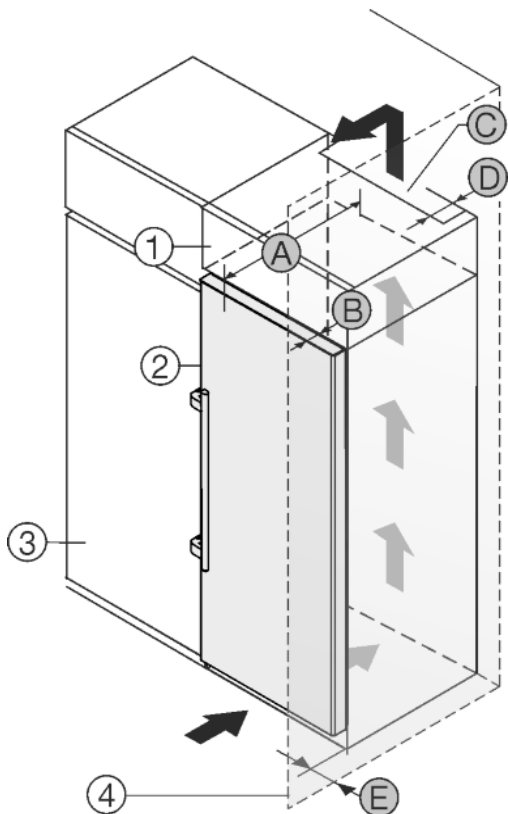

Fig. 23
Spotřebič lze zabudovat do kuchyňských skříní. K vyrovnání spotřebiče Fig. 23 (2) na výšku kuchyňské linky lze na přístroj nasadit nástavec Fig. 23 (1).
Spotřebič lze instalovat přímo vedle kuchyňské skříňky Fig. 23 (3). Aby bylo možné dvířka plně otevřít, musí spotřebič přesahovat o hloubku Fig. 23 (B) vůči přední linii kuchyňské skříňky. V závislosti na hloubce kuchyňských linek a použití vymeřovačů odstupů od stěny může spotřebič vyčnívat dále.
- Na zadní straně skříňky nástavce musí být větrací šachta hluboká alespoň hloubku Fig. 23 (D) mm přes celou šířku nástavce skříňky.
- Pod stropem místnosti musí být dodržen ventilační průřez Fig. 23 (C).
Pokud je spotřebič se závěsy instalován vedle stěny Fig. 23 (4), musí být dodržena vzdálenost Fig. 23 (E) mezi spotřebičem a stěnou. To odpovídá přesahu madla při otevřených dveřích.